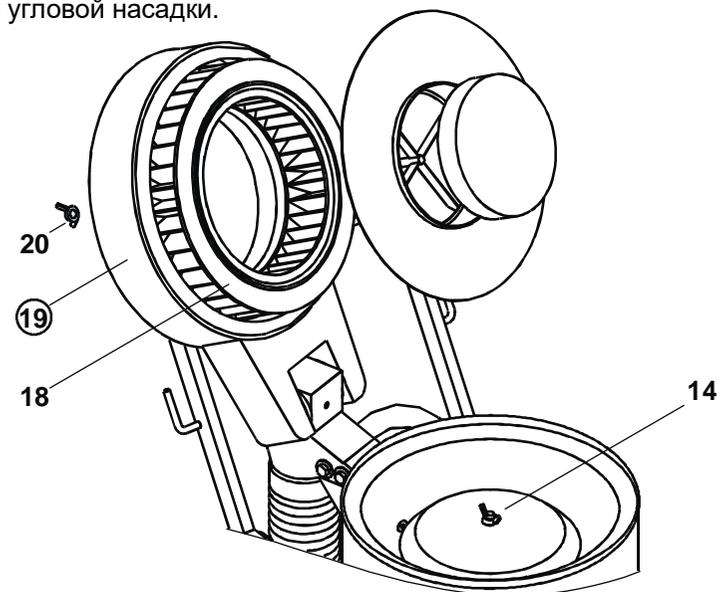

Рисунок 9. Замена фильтра тонкой очистки.
7.4. Периодически необходимо очищать фильтр тонкой очистки 18. Частота зависит от характера убираемой пыли. При очень мелкой, например, цементной пыли, это необходимо делать после опорожнения каждых 10 бункеров (Рисунок 9).